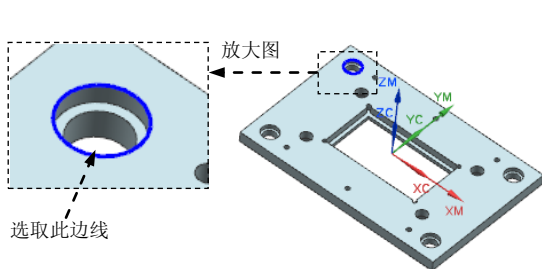

图 11.40 定义参照边线 1
Step3. 在图形区选择图 11.40 所示的边线, 然后单击 **创建下一个边界** 按钮。